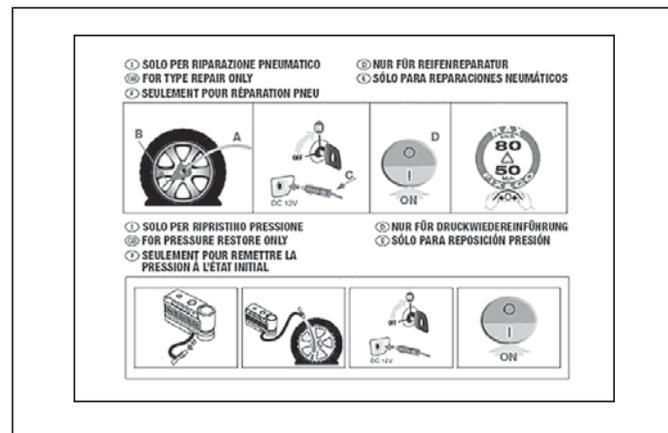

fig. 119
- dépliant informatif (voir fig. 119), employé pour utiliser correctement le kit de réparation rapide des pneus et livré ensuite au personnel qui devra manier le pneu traité ;